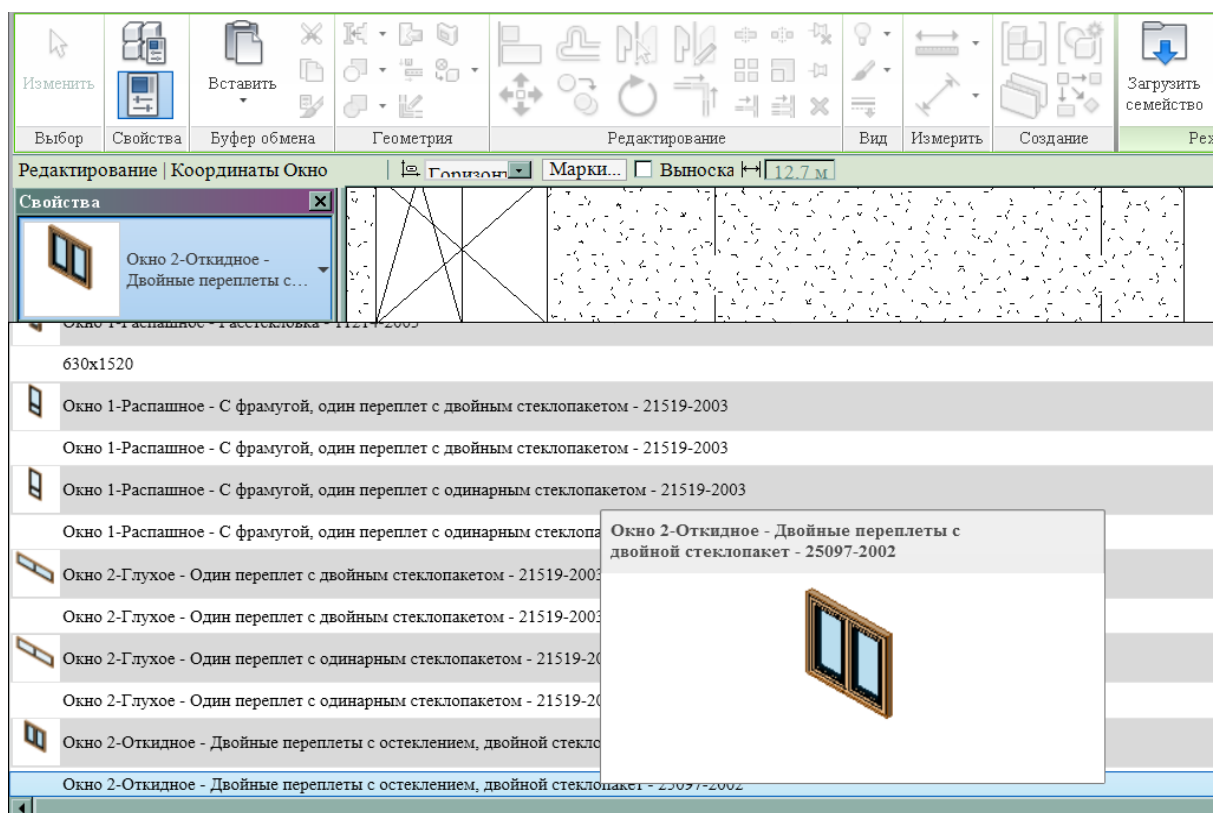

Рис. 81
3. Для загрузки дополнительных типоразмеров окон из библиотеки Revit последовательно нажать **Режим**→**Загрузить семейство**→**Окно**→**Для России**→**ГОСТ 25097-2002**→**Окно 2-Откидное-Двойные переплеты с двойным стеклопакетом** (рис.81).